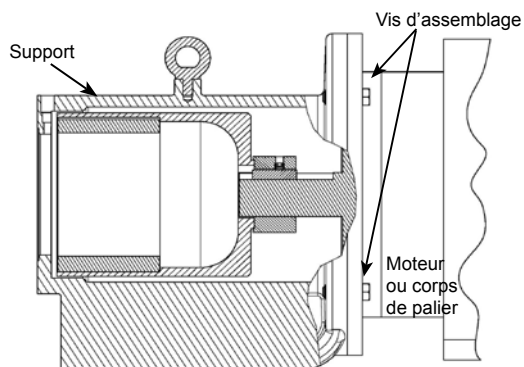

FIGURE 12
5. Il doit être possible d'inspecter visuellement les aimants extérieurs depuis l'extrémité du support. S'il est nécessaire de déposer le support, commencer par déposer les (4) vis d'assemblage (voir la figure 12) et séparer le support du moteur ou du corps de palier. Desserrer les 2 vis de blocage sur le moyeu de corps extérieur et séparer l'ensemble d'aimants extérieurs de l'arbre. Si l'équipement présente un corps de palier, voir page 8 pour le démontage du corps de palier.